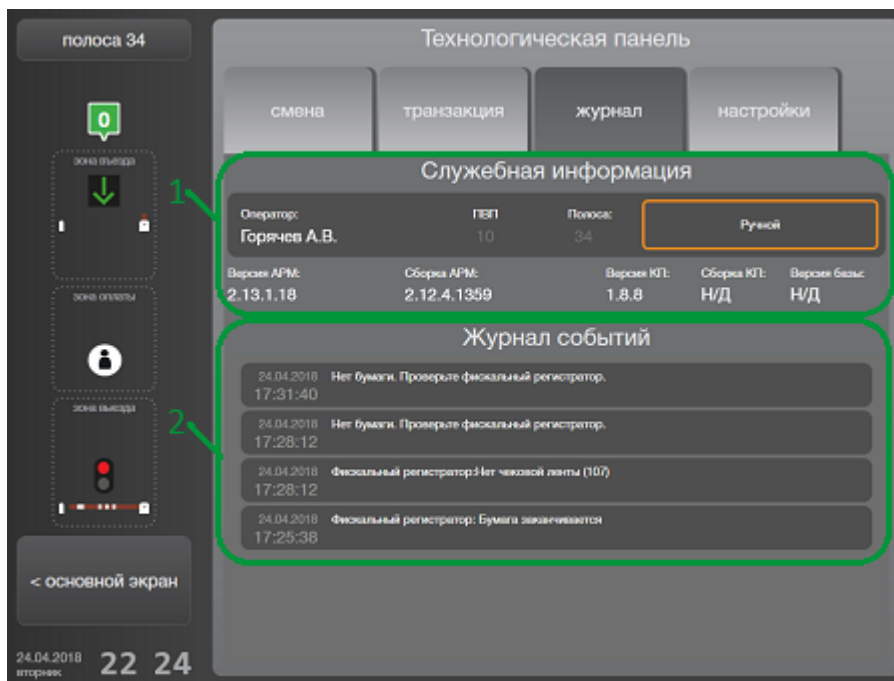

Рисунок 10. Технологическая панель, вкладка [журнал]
- в) Вкладка [**журнал**] (рис. 10) предназначена для получения служебной информации о состоянии полосы и аномальных ситуациях на полосе (см. п. 8.2 и 9)
- в) **Вкладка [журнал]** основной зоны технологической панели (рис. 10) предназначена для отображения краткой информации об управлении текущей сменой, ее событиях и программном обеспечении АРМ: